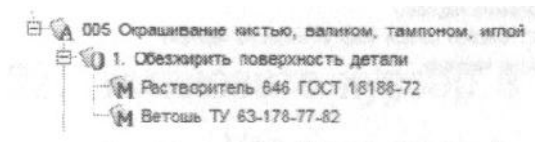

Рисунок 111
5. К переходу *1* операции **005** добавьте вспомогательные материалы (рис. 111). При добавлении ветоши снимите галочку на вкладке **Объекты фильтрации** напротив объекта *Обезжирить поверхность детали*.